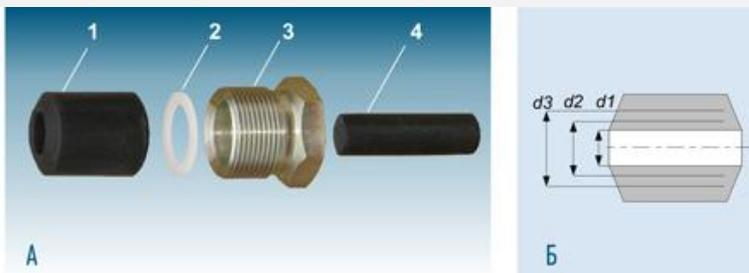
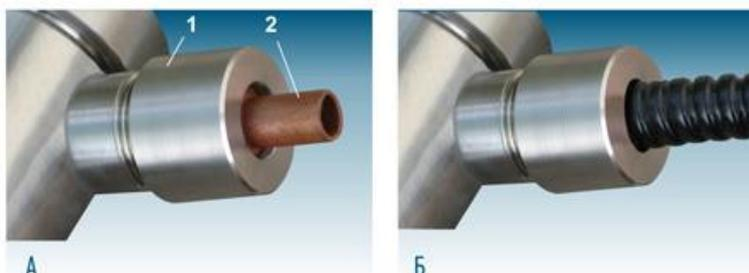
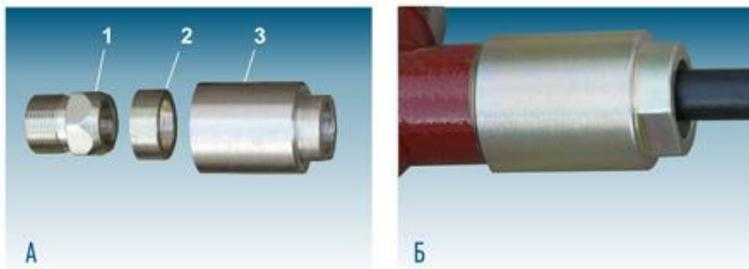

Рис. 2. Устройство крепления металлорукава УКМ-10 (-12) для кабельного ввода “D12”:
Рис. 3. Устройство крепления бронированного кабеля УКБК-15 для кабельного ввода “D12”:
Рис. 4. Кабельные вводы “D18”, “D26” (и “D12” некоторых изделий) оснащены хомутами, предназначенными для крепления металлорукава или брони кабеля:
- 1) Устройство крепления металлорукава "УКМ-10" или "УКМ-12" для кабельного ввода D12* (рис. 2). Устройства предназначены для крепления металлорукава, внутренним диаметром 10 мм (УКМ-10) и 12 мм (УКМ-12). Состоят из резьбовой втулки 1 (сталь) и втулки 2 (латунь). Крепление осуществляется наворачиванием металлорукава на втулку 2, на конце которой предварительно выполняется выступ (~ 1,5 мм) при помощи плоскогубцев. Пример обозначения: «*Наименование изделия* -...-УКМ-10» (или «... -УКМ-12»);
- 2) Устройство крепления бронированного кабеля "УКБК-15" (рис. 3) для кабельного ввода D12. Устройство состоит из резьбовой конусной втулки 1 (которая устанавливается взамен втулки 3 по рис. 1А), конусной втулки 2 и резьбовой втулки 3. Фиксация брони кабеля осуществляется между втулками 1 и 2 при наворачивании втулки 3 по резьбе M24 на корпус кабельного ввода. Диаметр по броне - до 15 мм. Пример обозначения: «*Наименование изделия* -...-УКБК-15».
- 3) Кабельные вводы D18, D26 (и кабельные вводы D12 некоторых изделий*) оснащаются нажимными резьбовыми втулками с хомутами, предназначенными для крепления брони и металлорукава (рис. 4).
* Примечание: Изделия, имеющие кабельные вводы с наружной резьбой M24, по умолчанию в заказе комплектуются резьбовой втулкой поз. 3 по рис. 1. На резьбу M24 можно установить устройство “УКМ-...” (рис. 2) или “УКБК-15” (рис. 3). Изделия с кабельными вводами без резьбы M24 по умолчанию в заказе комплектуются резьбовыми втулками с хомутами (рис. 4). При необходимости комплектации кабельных вводов с резьбой M24 резьбовыми втулками с хомутами, в обозначении изделия записывается: “... - D12X” (кабельный ввод D12 с хомутом).